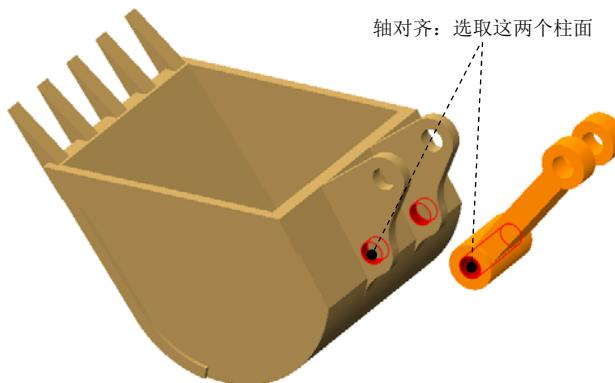

图 3.18.17 创建销 (Pin) 连接
Step4. 引入第二个元件 BUCKET_LINK_3_1_MECH_G.PRT (铲斗连杆), 并将其调整到图 3.18.17 所示的位置。
(1) 在“元件放置”操控板的机械连接约束列表中选择 销 选项。
(2) 定义“轴对齐”约束。单击操控板中的 **放置** 按钮, 分别选取图 3.18.17 中的两个柱面为“轴对齐”约束参考, 此时 **放置** 界面如图 3.18.18 所示。